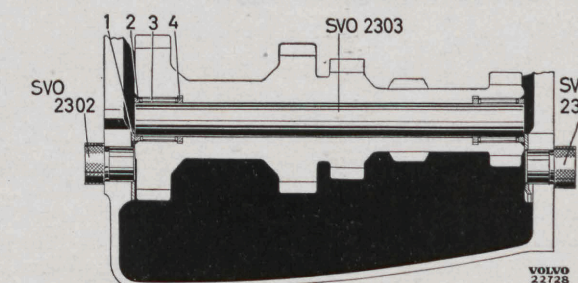

Bild 28. Montering av mellanhjul.
1. Montera växelhävarmen (54) och medbringartappen (53). Montera backhjulet (52) och backaxeln (56).
2. Sätt dornen SVO 2303 i mellanhjulet (44). Lägga i distansbrickor (47,50) och nålar (24 st i varje lager). Använd fett så att nålar och brickor blir kvar på sina platser.
3. Fäst brickorna (43, 48) vid huset med fett och styr upp dem med SVO 2302, se bild 28. Lägga ned mellanhjulet i botten på huset.